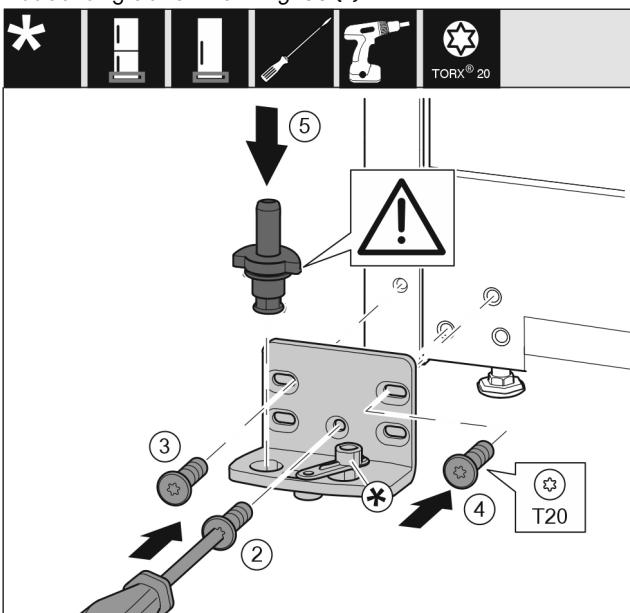

Fig. 36
- Lagerbock auf der anderen Seite ansetzen und mit Hilfe eines Schraubendrehers T20 anschrauben. Mit Schraube 2 unten in der Mitte beginnen. Fig. 36 (2)
- Schraube 3 und 4 festschrauben. Fig. 36 (3,4)
- Lagerbolzen komplett einsetzen. Dabei darauf achten, dass der Rastnocken nach hinten zeigt. Fig. 36 (5)
- Lagerbock auf der anderen Seite ansetzen und mit Hilfe eines Schraubendrehers T20 anschrauben. Mit Schraube 2 unten in der Mitte beginnen. (2)*
- Schließdämpferverbindung um 180° drehen. Auf der anderen Seite des Lagerbocks mit Schraubendreher T20 anschrauben. (5)*
- Lagerbolzen komplett einsetzen. Dabei darauf achten, dass der Rastnocken nach hinten zeigt. (6)*